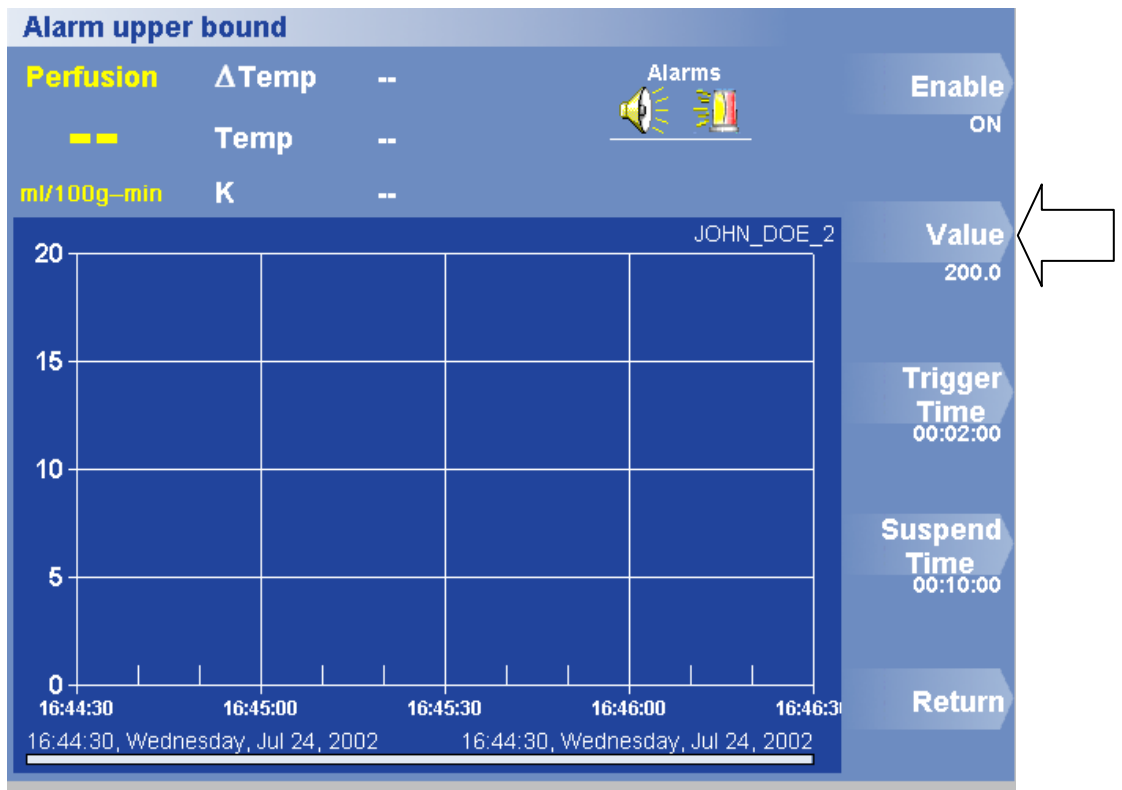

図 25 アラーム上限設定メニュー
2. Upper Bound (上限) を押します。アラーム上限メニューが表示されます (図 25)。
1. Options (オプション) > Set Alarm (アラームの設定) > Upper Bound (上限) を押します。アラーム上限メニューが表示されます (図 25)。